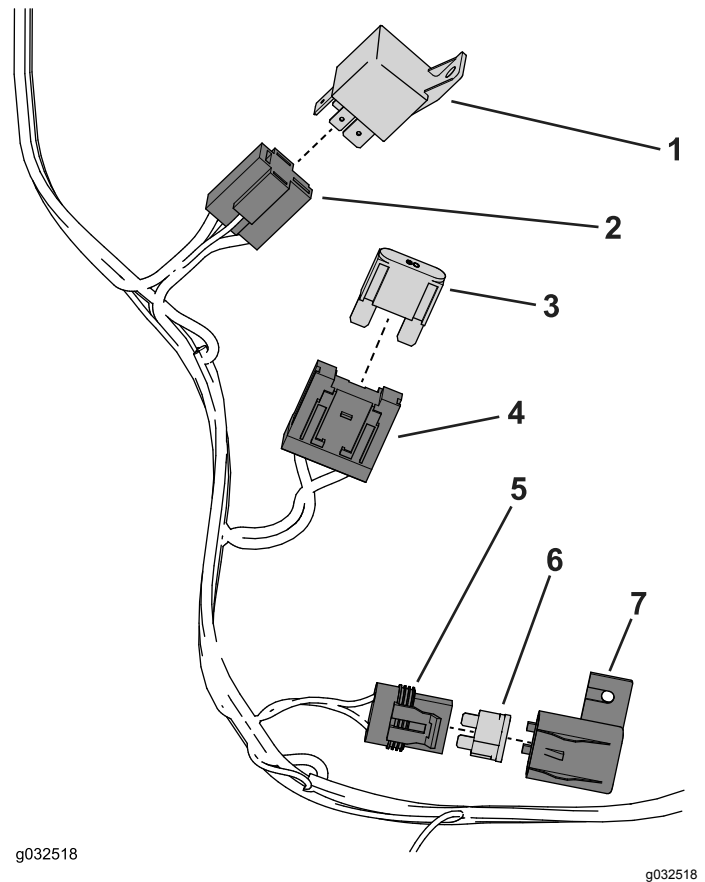

Bild 37
1. Montieren Sie die folgenden Bestandteile am Kabelbaum (Bild 37).
2. Schließen Sie das Relais am Relaisanschluss an (Bild 37).
3. Setzen Sie die Sicherung (60 A) in den Sicherungshalter ein (Bild 37).
4. Setzen Sie die Sicherung (10 A) in den Sicherungshalter ein und befestigen sie mit dem Sicherungsdeckel (Bild 37).